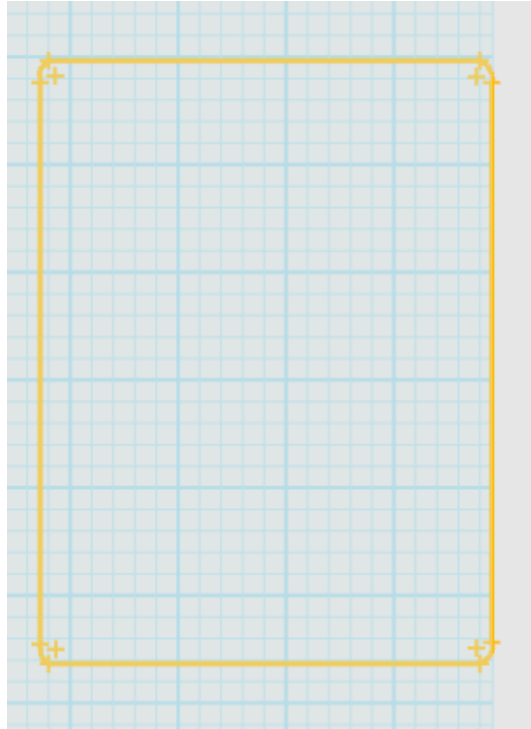

图 1-5
Step 5 绘制床垫，选择草图绘制工具  的  直线和圆  弧命令绘制一个圆角矩形，如下图 1-5 所示：